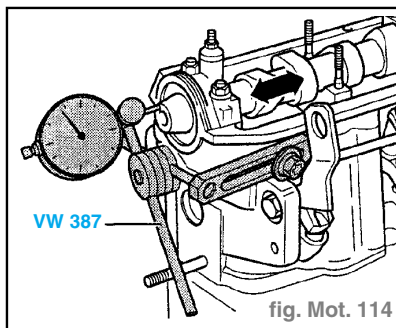

fig. Mot. 114
- Effectuer la mesure avec les poussoirs en coupelle déposés, le premier et le dernier chapeau de palier étant posés (fig. Mot. 114).